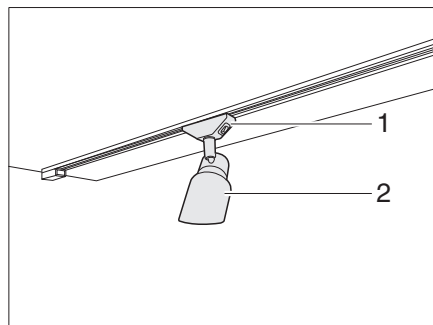

Fig. 60 Spot (exemple)
- Saisir le support (Fig. 60,1) et le tourner de 45°.
- Retirer le spot (Fig. 60,2) du système de rail.
- Placer le spot (Fig. 60,2) à la position désirée dans le système de rail et le tourner de 45°.